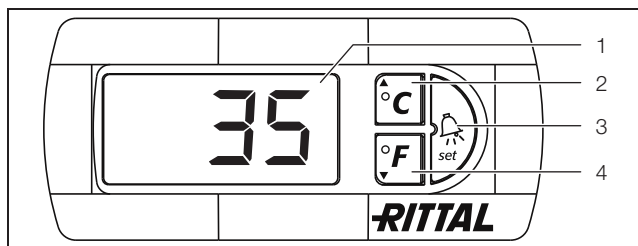

Abb. 16: Displayanzeige und Systemanalyse des e-Comfort-controllers
Der Luft/Wasser-Wärmetauscher arbeitet automatisch, d. h. nach Einschalten der Stromversorgung läuft der Ventilator (Abb. 2, Pos. 3) kontinuierlich und wälzt die Schrankinnenluft permanent um. Ventilator und Magnetventil werden durch den e-Comfortcontroller geregelt. Der e-Comfortcontroller verfügt über eine 7-Segment-Anzeige (Abb. 16, Pos. 1). Auf ihr wird nach dem Einschalten der Stromversorgung zunächst für ca. 2 Sekunden die aktuelle Softwareversion angezeigt. Im normalen Betrieb stellt die Anzeige sowohl die Temperatur (in Grad Celsius oder Grad Fahrenheit umschaltbar) als auch Störungsmeldungen dar.
Die Programmierung des Gerätes nehmen Sie über die Tasten 2 – 4 (Abb. 16) vor. Die Parameter dazu erscheinen ebenfalls in der Anzeige.
■ Drücken Sie gleichzeitig die Tasten 2 (°C) und 3 („Set“) (Abb. 16) für mindestens 5 Sekunden.
Mit den Tasten 2, 3 und 4 (Abb. 16) können Sie die Parameter innerhalb der vorgegebenen Bereiche (Min.-Wert, Max.-Wert) verändern.